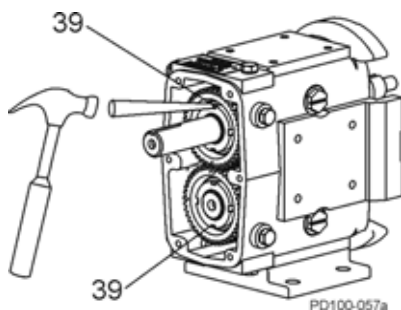

**Figure 39 - Retrait du couvercle du carter d'engrenages**
1. Retirez le bouchon de vidange (Figure 39, élément 24D), puis vidangez l'huile.